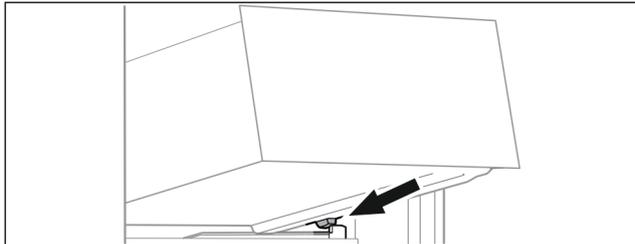

Fig. 97
- ▶ Stavite ladicu ukoso iza zaustavljača na žlijeb spremnika. (pogledajte Fig. 97)